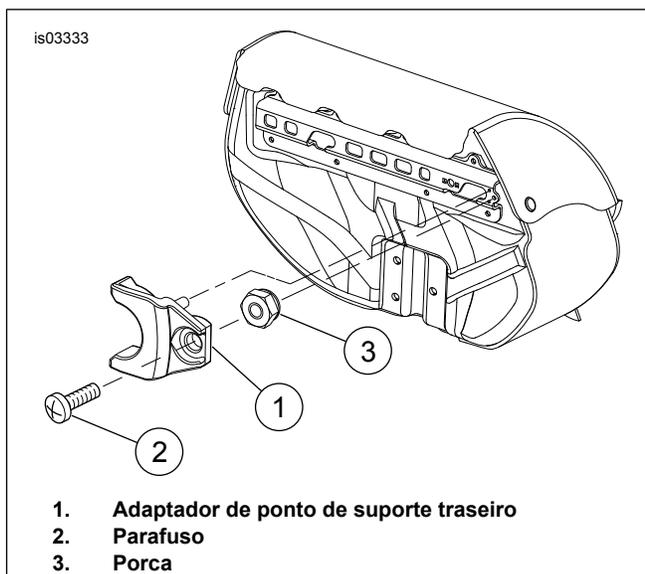

Figura 1. Instalação do adaptador de ponto de suporte traseiro
1. Veja Figura 1. Insira o adaptador de ponto de suporte traseiro (1) nos furos do suporte do alforje e segure no lugar.
2. Instale o adaptador de ponto de suporte traseiro usando o parafuso (2) e a porca (3). Aperte com firmeza.